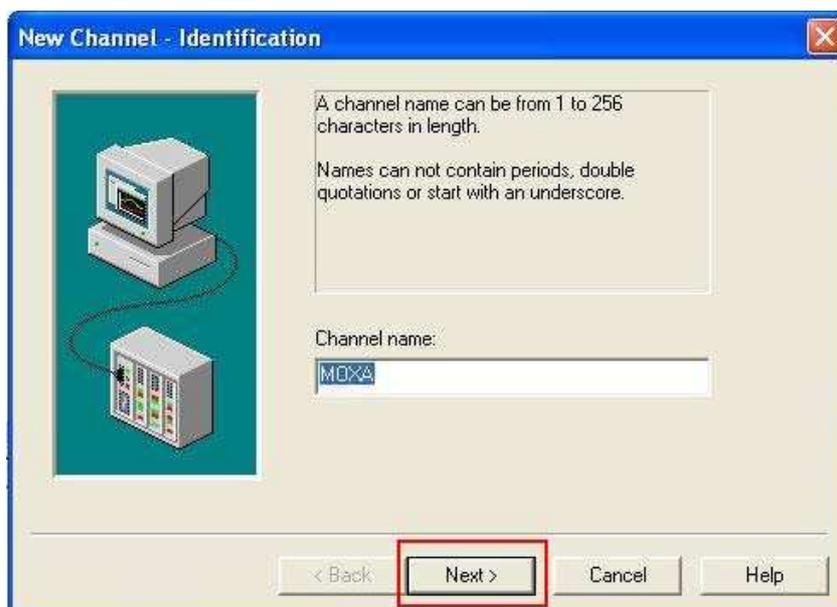

Рис.20
3.1. Запустите программу KEPServerEX OPC Server, добавьте новый канал выбрав в правом меню **Click to add a channel**, присвойте имя канала, и затем нажмите Next (Рис.20):